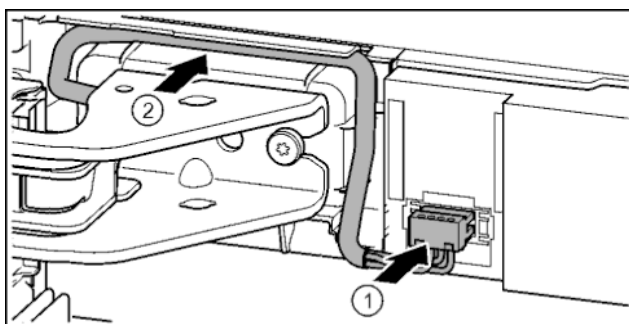

Fig. 40
- ▶ Zaklapněte zástrčku nad horním stojanem ložiska a kabelové prameny opatrně vložte do kanálu. Fig. 40 (1)
- ▶ Šedý kabel opatrně položte ve vedení nad horním stojanem ložiska. Fig. 40 (2)